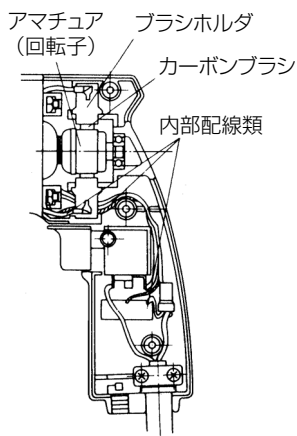

図 4
- (1) カーボンブラシをブラシホルダに入れ、一緒にハウジングのブラシホルダ室にさし込みます。
- (2) 内部配線類が図 4 のように正規の位置にあること、また内部配線類が回転子（アマチュア）に接触しないことを十分確認してください。
- (3) ハンドルカバーにゴムブッシュ（2コ）が付いていることを確認してください。
- (4) 内部配線類がハウジングとの間にかみ込まれないよう十分注意してハンドルカバーをかぶせ、小ネジ（3本）を締付けてください。